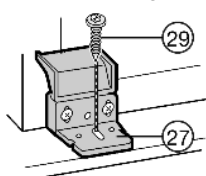

Fig. 24
- ▶ Pré-montar o ângulo de plástico Fig. 24 (27) com um parafuso Fig. 24 (29) comprido, centrado, através do orifício oblongo.